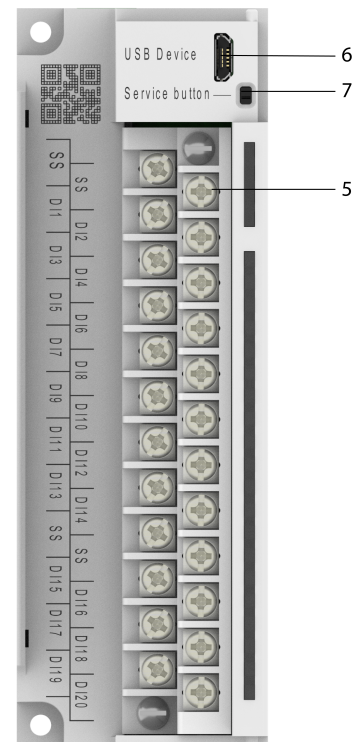

Abb. 2.2 Frontansicht (Ausene Abdeckung)
1. Verbinden Sie den Micro-USB-Programmierschluss des Geräts (Abb. 2.2. Pos. 6) über ein USB-zu-Micro-USB-Verbindungskabel (nicht mitgeliefert) mit dem PC.